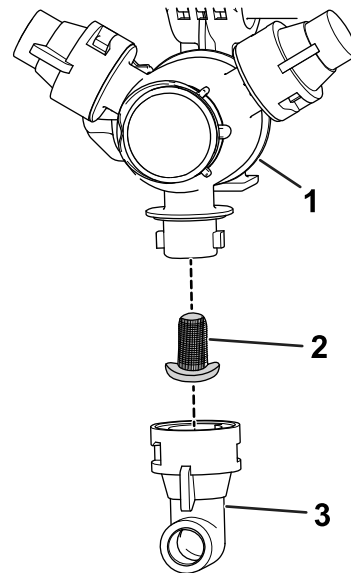

Figura 112
2. Retire la boquilla de la torreta de fumigación (Figura 112).
3. Retire el filtro de boquilla usado (Figura 112).
4. Instale el filtro de boquilla nuevo (Figura 112).
5. Instale la boquilla en la torreta de fumigación (Figura 112).